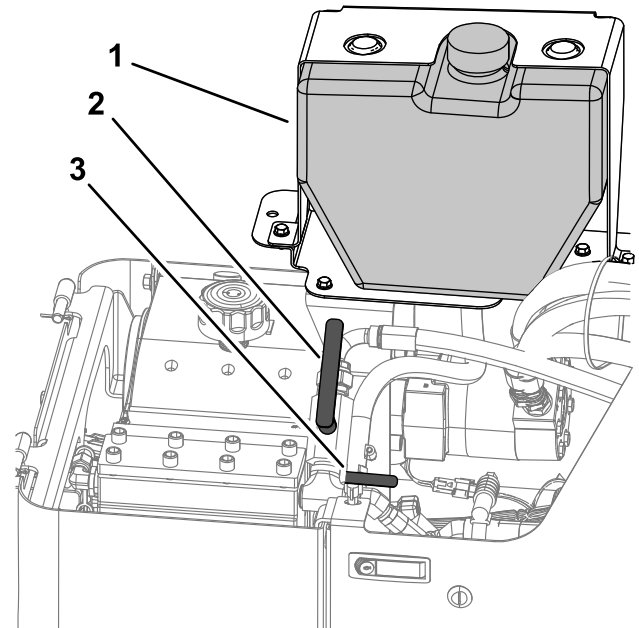

Figura 122
4. Gire la válvula del fluido de perforación en sentido horario a la posición de CERRADO (Figura 122).
Ponga el interruptor de la manguera de pulverización en la posición de ENCENDIDO (Figura 122).